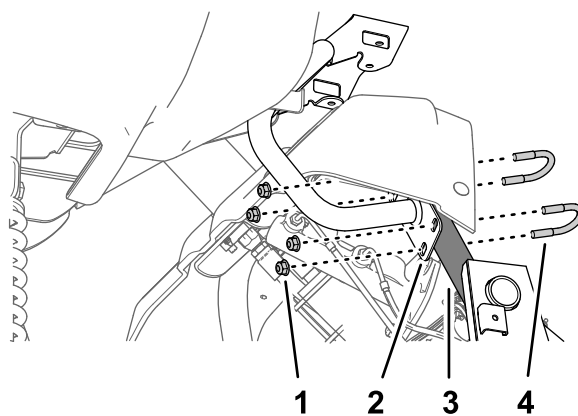

Figura 161
3. Monte a placa da montagem do monitor no tubo de suporte da estrutura da máquina (**Figura 161**)